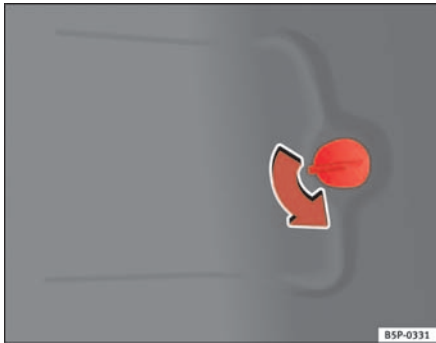

Abb. 187 Rücklichter an der Karosserie
- Öffnen Sie den Deckel am Seitenteil des Gepäckraums ⇒ Abb. 187.